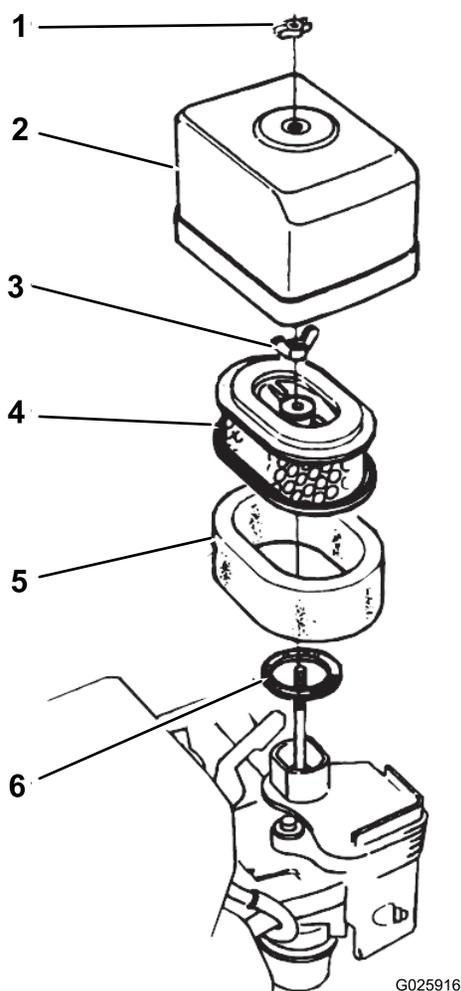

Figura 29
2. Togliete il dado ad alette che fissa il relativo coperchio al filtro dell'aria e rimuovete il coperchio (Figura 29).
4. Togliete il dado ad alette dal filtro dell'aria e rimuovete il filtro (Figura 29).
5. Togliete il filtro in schiuma sintetica dal filtro di carta (Figura 29).